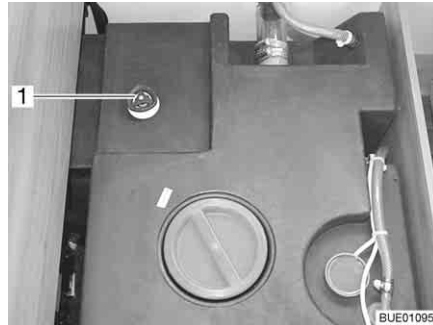

Fig. 231 Réservoir d'eau avec poignée tournante
- Faire tourner à fond dans le sens des aiguilles d'une montre la poignée tournante (Fig. 231,1) située sur le réservoir d'eau.
- Faire tourner la poignée tournante (Fig. 231,1) située sur le réservoir d'eau dans le sens inverse des aiguilles d'une montre jusqu'à ressentir une résistance. L'eau s'écoule, 60 litres restent.